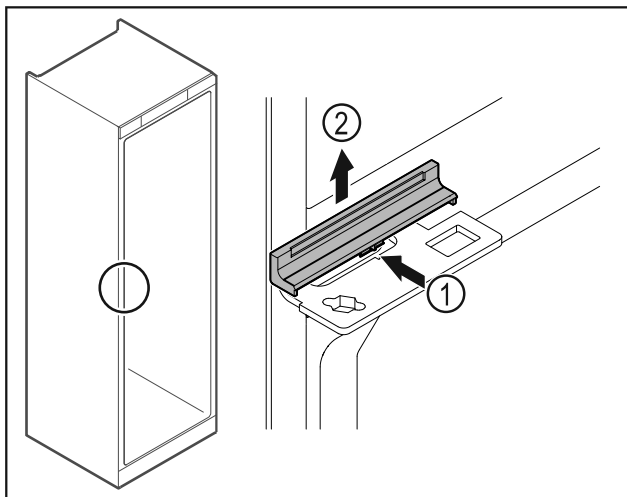

Fig. 43
- Tryck in skyddet Fig. 43 (1) något i mitten och ta av det uppåt Fig. 43 (2).